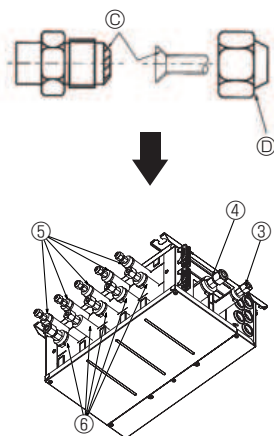

Fig. 7-2
- © Påfør kølemiddelolie på hele overfladen (Fig. 7-2) af det koniske sæde.